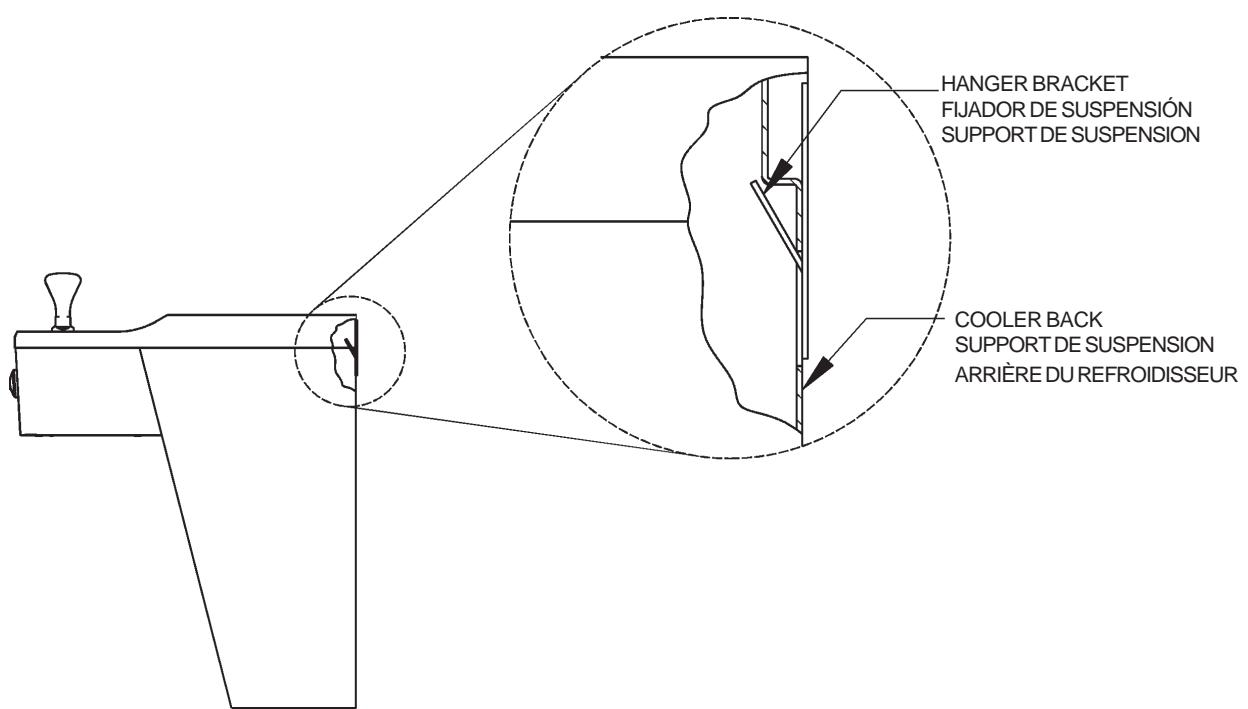

FIG. 4
- 4) Hang the cooler on the hanger bracket. Be certain the hanger bracket is engaged properly in the slots on the cooler back as shown in Fig. 4.
- 5) Loosen the two (2) screws holding the lower front panel at the bottom of cooler base and two (2) screws at the top. Remove the front panel and set aside.
- 4) Installez le refroidisseur sur les supports en vous assurant que ceux-ci sont bien installés dans les fentes à l'arrière du refroidisseur tel qu'indiqué à la figure 4.
- 5) Dégarez les deux (2) vis retenant le panneau inférieur avant au bas de la base du refroidisseur ainsi que deux (2) vis sur le dessus. Retirez le panneau avant et mettez-le de côté.